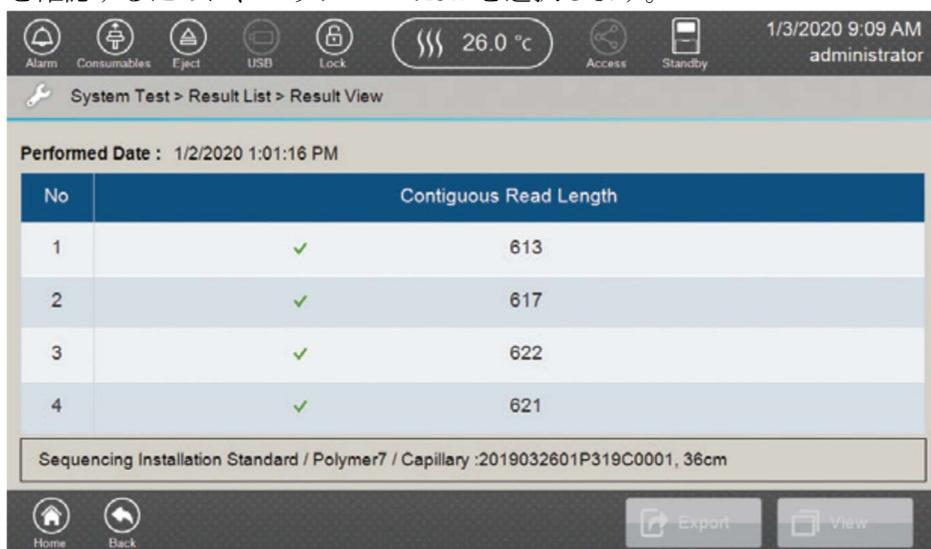

図 216 Result View 画面の Sequencing System Test 画面
3. 「Result View」画面 (図 216) の Run したサンプルのリストを確認するには、フッターの View を選択します。View ボタンと Export ボタンは、サンプルを選ぶまで、アクティブになりません。
- 「Result View」画面（図 216）の system test にある 4 つのサンプルリストを確認するために、フッターの View を選択します。